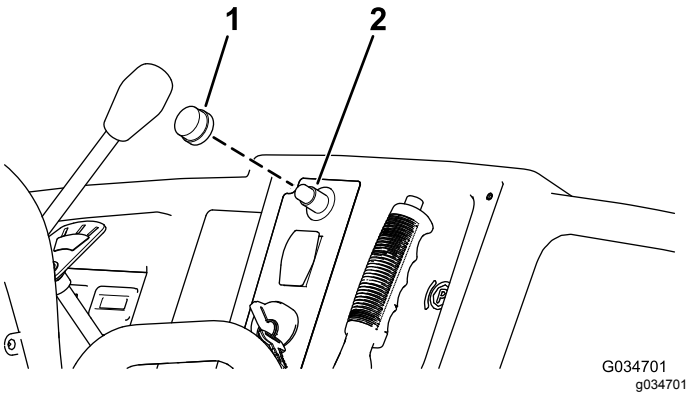

图 6
3. 将橡胶按钮安装到喇叭开关 图 6。
3. 将橡胶按钮安装到喇叭开关图 6。